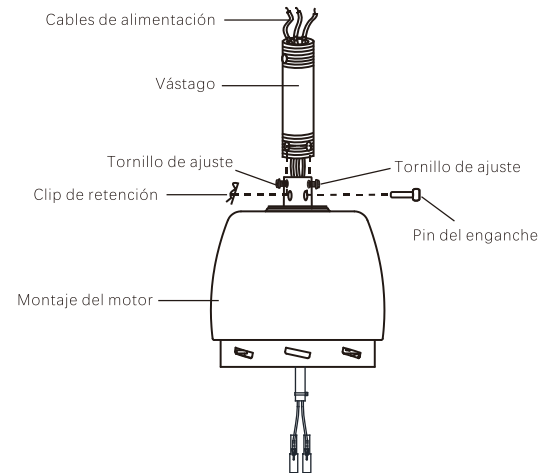

Imagen 8
**Paso 6.** Afloje los dos tornillos de ajuste y quite el pin del enganche y clip de retención del acoplamiento en la parte superior del montaje del motor. (Imagen 8)
Luego, cambie el pin del enganche y el clip de retención. Ajuste ambos tornillos de ajuste. (Imagen 8)